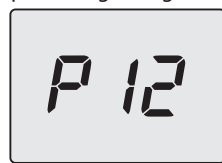

Figura 5.53
- Premere per 1 sec. il tasto 18 (Figura 5.49) per entrare nel parametro selezionato. Il display visualizzerà quanto segue (Figura 5.53).